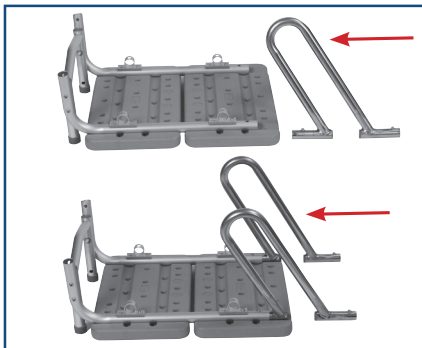

figure 1
3. Alignez le support en forme de «U» sur la grande section de siège. Le «U» devrait faire face aux pattes marquées d'un «A». Enfoncez le bouton à ressort et faites glisser le tube sous la grande section du siège dans le réceptacle du support en «U». Le bouton à ressort sortira par l'orifice lorsque le support sera bien inséré. Répétez cette opération avec le second support. (Figure 1)